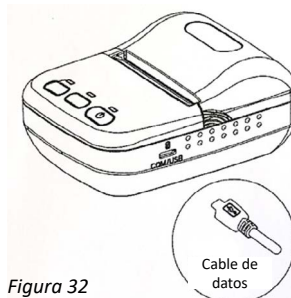

Figura 32
- Utilice el cable de datos que viene en la caja de la impresora y conéctelo al puerto correspondiente en la impresora (Figura 32).